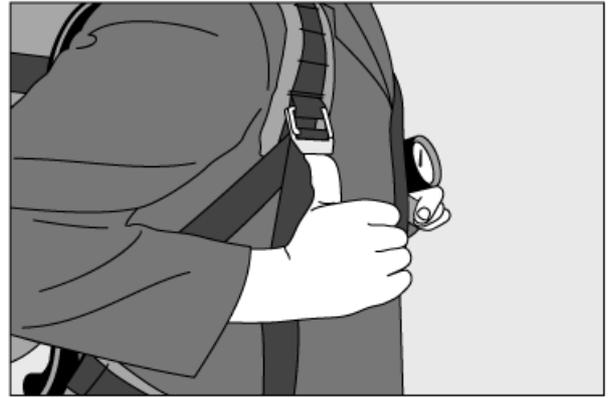

Bild 11
- Schultergurte durch Hochdrücken der Metallschieber verlängern (Bild 11).